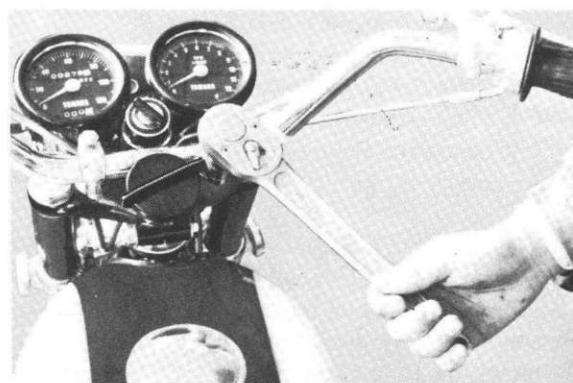

Fig. 5-8-2
- 2) Loosen the steering handle crown mounting bolts, and pull the handle downward. (Fig. 5-8-2)
- 2) Desserrez les boulons de fixation de la couronne de guidon et tirez le guidon vers le bas. (Fig. 5-8-2)
- 2) Befestigungsschrauben der Lenkerkrone (Halterung) lösen und Lenker nach unten ziehen. (Abb. 5-8-2)